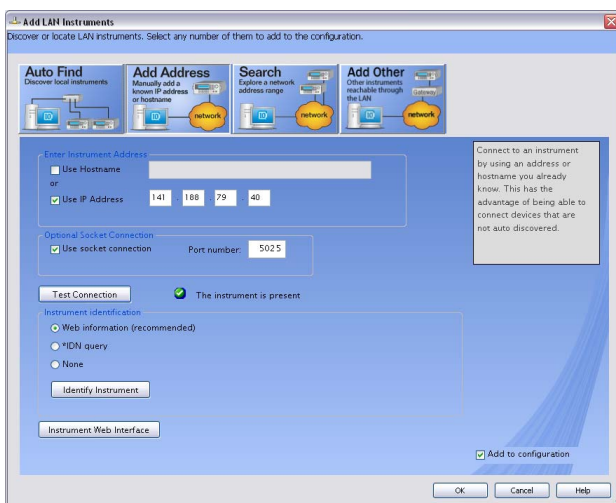

図 1-15 Add LAN Instruments ダイアログ
- 3 Add LAN Instruments ダイアログ (図 1-15) で、ダイアログ上部の **Add Address** をクリックします。